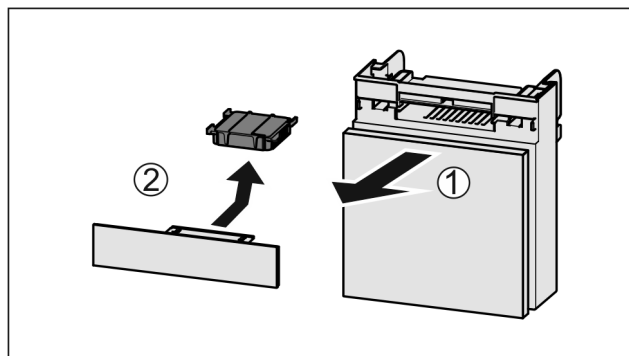

Fig. 134
- ▶ Húzza ki Fig. 134 (1) előrefelé a rekeszt.
- ▶ Vegye ki az aktív szén-szűrőt Fig. 134 (2).